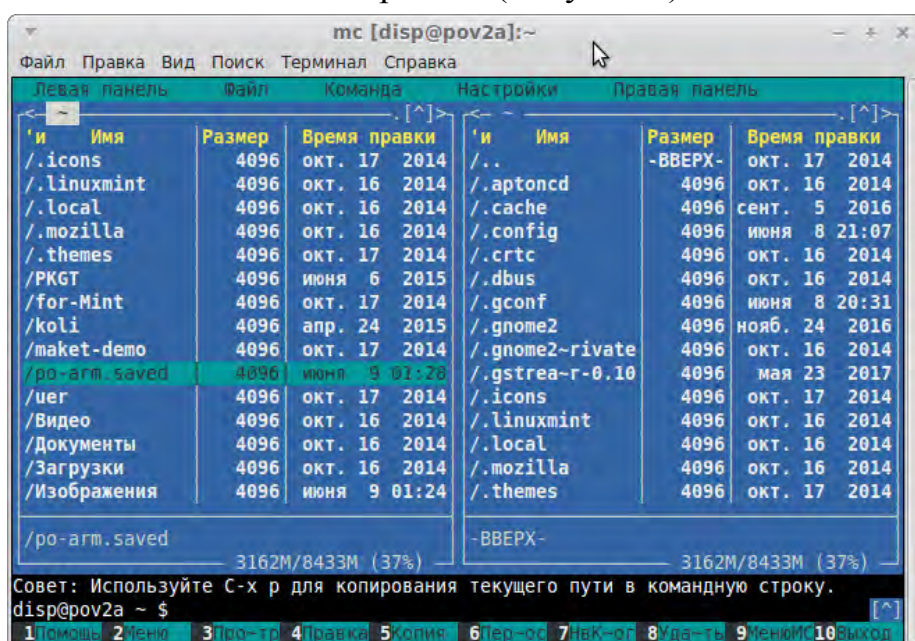

Рисунок 5. Создание каталога.
7.1.7. После запуска файлового менеджера, в каталоге текущего пользователя создать новый каталог, в котором будут сохранены все необходимые данные. Для примера зададим имя каталога «ro-arm.saved» и будем его использовать в работе (Рисунок 5).